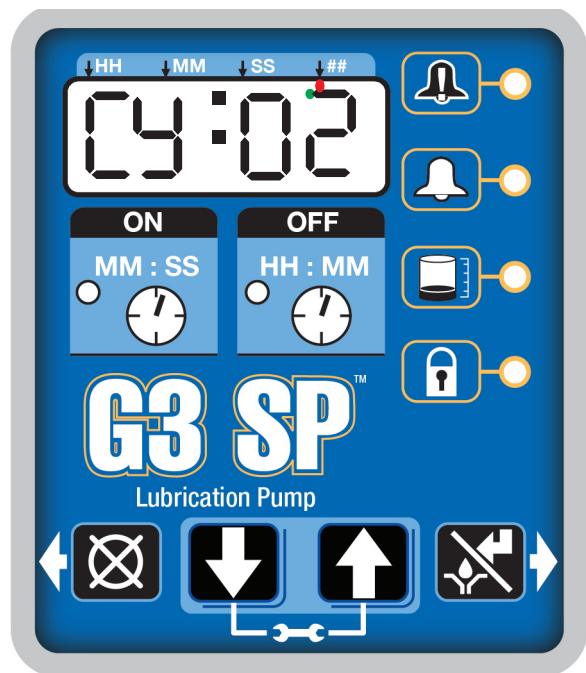

FIG. 30
2. Quand le compte à rebours du temps d'ARRÊT arrive à zéro, la pompe de lubrification automatique G3 allume la pompe qui se met en marche pour exécuter le cycle de marche programmé (FIG. 30).
- Un nombre défini de décomptes déclenchés dans un système basé sur un cycle (CY). Généralement, un commutateur de proximité raccordé à une vanne de répartition.
- L'affichage indique le capteur (CY) et les cycles restants pour ce capteur (FIG. 30).
L'exemple illustré à la FIG. 30 montre le capteur CY avec 2 cycles restants.